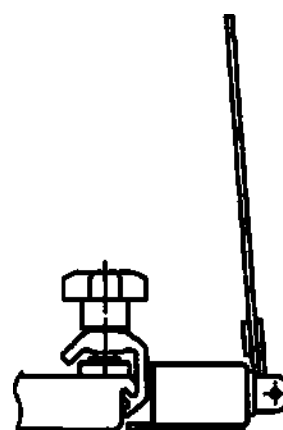

Рис. 6-11
(2) Ручка рентгенозащитной пластины
- <1> Перед проведением рентгенографии установите защитную пластину в прямое вертикальное положение (защитное положение). (Рис. 6-11.)